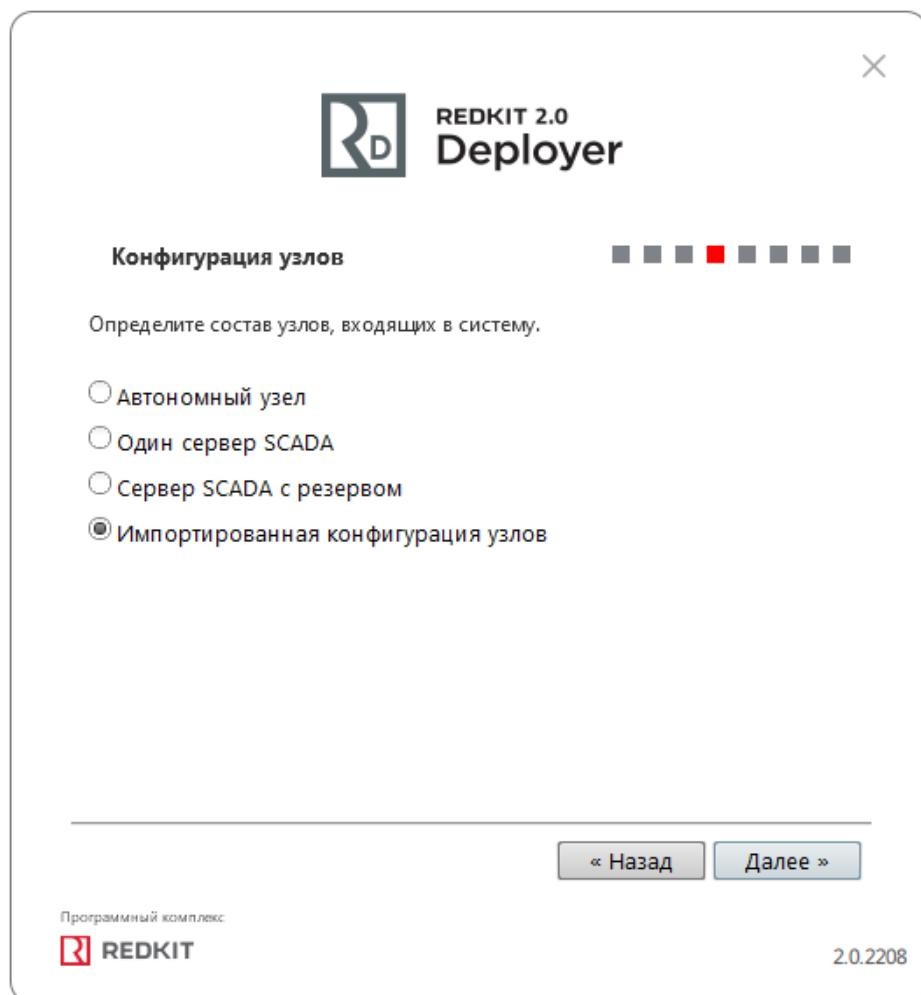

Рисунок 409 - Импортированная конфигурация
3. Выберите конфигурацию узлов **Импортированная конфигурация узлов** (Рисунок 409).